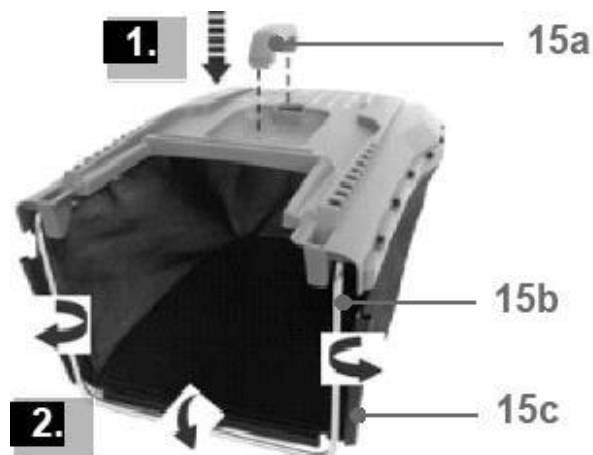
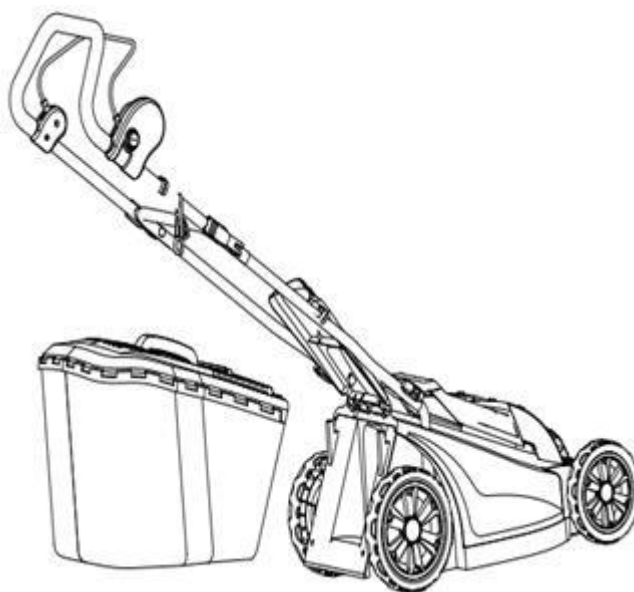

Рис. 7
Рис. 9
- a. Вставьте защелку рукоятки (15a) в отверстия в верхней части травосборника (15).
- b. Прижмите ее для блокировки (Рис. 7, шаг 1).
- c. Сдвиньте зажимные втулки (15c) на раму (15b) (Рис. 7, шаг 2).
- e. Откройте крышку канала выброса (5), и удерживайте её в этом положении.
- f. Совместите упоры на раме с крючками (14), чтобы повесить травосборник (рис. 9).
- g. После этого осторожно опустите крышку канала выброса (5).